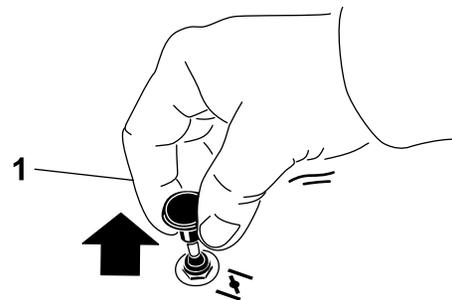

Figura 13
2. Tire hacia arriba del mando para engranar el estarter antes de usar el interruptor de encendido (Figura 13).
3. Presione hacia abajo el control del estarter para desactivar el estarter después de que el motor arranque (Figura 13).